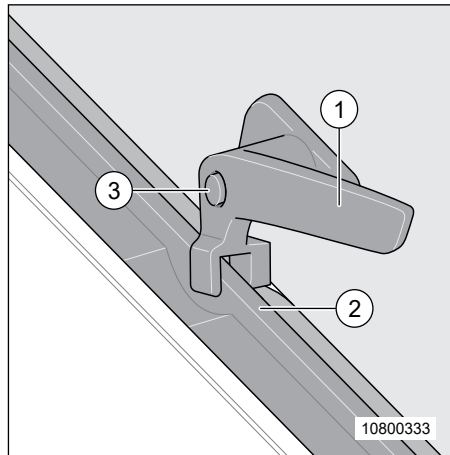

Fig. 51 Verrouillage des vitres orientables
1. Appuyer sur le bouton de verrouillage (Fig. 51, pos. 3) et le maintenir appuyé.
2. Placer le levier de verrouillage (Fig. 51, pos. 1) verticalement.
4. Tourner de nouveau la clé du levier de verrouillage (Fig. 51, pos. 1) en position initiale.
Fermer le levier de verrouillage de manière à ce que celui-ci s'engage autour de l'entretoise de la vitre (Fig. 51, pos. 2).
5. Vérifier si le bouton de verrouillage n'est pas enfoncé, mais sécurise le levier de verrouillage (Fig. 51, pos. 1).